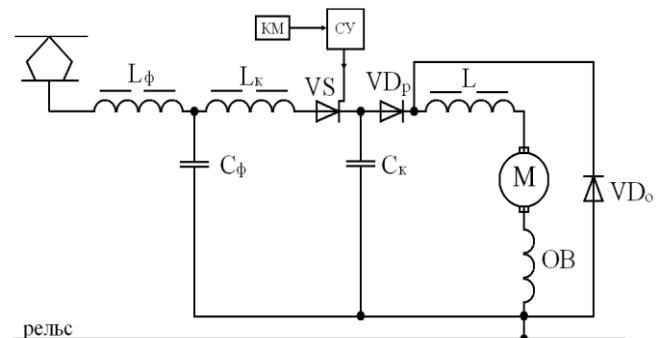

Рисунок 6.4
6.11 Каково назначение разделяющего диода в схеме частотно-импульсного регулятора (см. рисунок 6.4)?